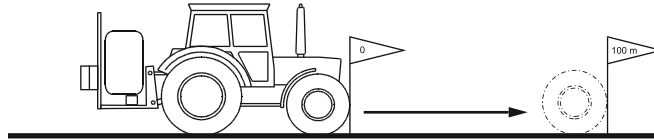

Fig. 4
2. Markieren Sie Anfangs- und Endpunkt (Fig. 4).